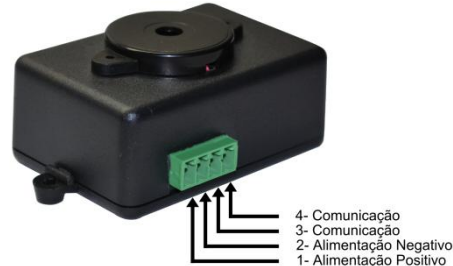

Fig. 39
- Leitor para bombas ou dispensadores com comunicação Loop e controle de ponto (Fig.39):
- Leitor para bombas e dispensadores com comunicação RS-485 (Fig.39):
- Leitor para dispensadores Compac (Fig.39)